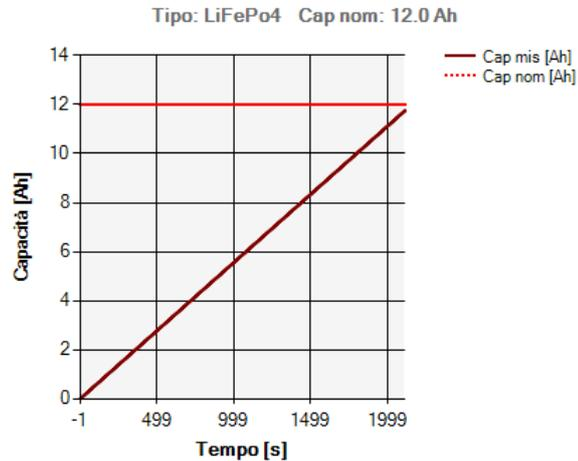

Fig.12 – Grafico della curva Capacità-Tempo
- **Capacità/Tempo** (Fig.12). E' la rappresentazione grafica che fornisce all'operatore una rapida indicazione del valore della capacità raggiunto (viola) dalla batteria durante il test e a fine test. Il valore costante (rosso) rappresenta il valore nominale della capacità. La curva della capacità in funzione del tempo tende a raggiungere il valore nominale durante il test. Tanto più la capacità rilevata a fine test si avvicina al valore nominale, tanto più la batteria risulta in buono stato.